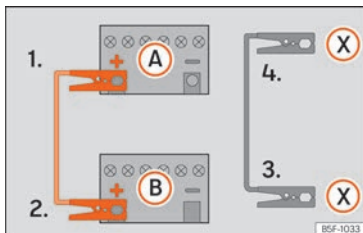

Abb. 78 Anschlusschema für Fahrzeuge mit Start-Stopp-System.
- 4b. Bei Fahrzeugen mit Start-Stopp-System: ein Ende des schwarzen Starthilfekabels (X) an einen geeigneten Masseanschluss, ein massives, fest mit dem Motorblock verschraubtes Metallteil oder an den Motorblock selbst anklammern »» **Abb. 78**.
5. Klemmen Sie das andere Ende des schwarzen Starthilfekabels (X) im Fahrzeug mit der entladenen Batterie an ein mit dem Motorblock verschraubtes, massives Metallteil oder an den Motorblock selbst, aber so weit wie möglich von der Batterie (A) entfernt an.